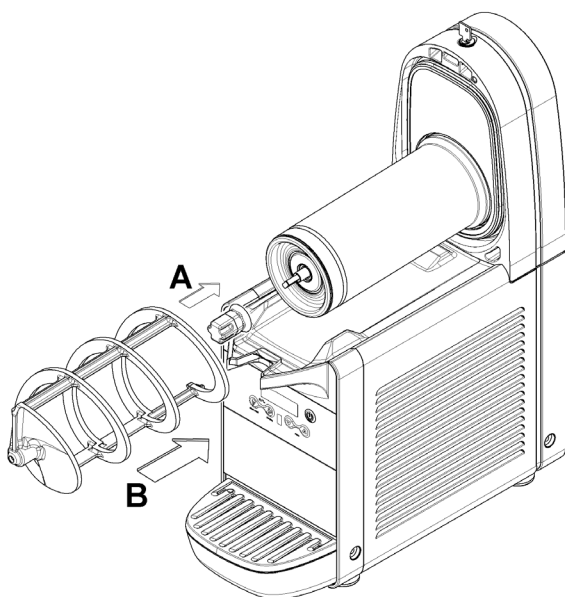

figure 18
**5** Remonter le joint hexagonal, suivi du mélangeur (voir figure 18).